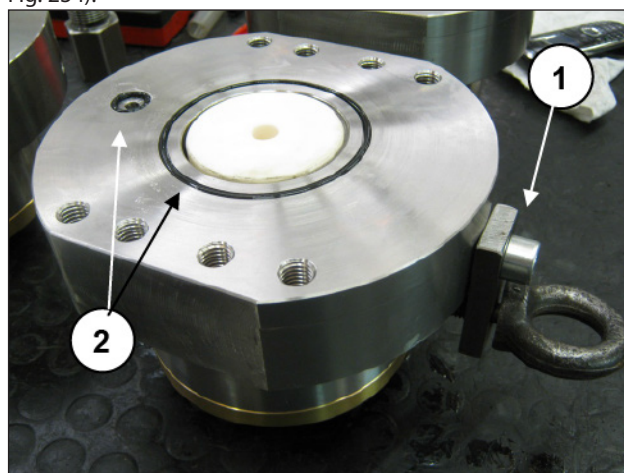
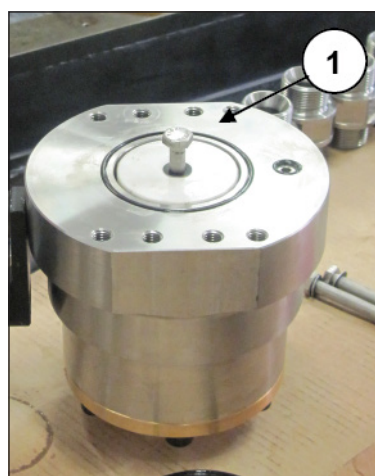

Fig. 233
Fig. 234
Posizionare l'attrezzo per il sollevamento del gruppo (pos. ①, Fig. 233), gli anelli O-ring sul piano appoggio del supporto (pos. ②, Fig. 233), ed inserire la vite fissaggio pistone su di esso dal lato opposto all'anello per supporto guarnizioni (pos. ①, Fig. 234).